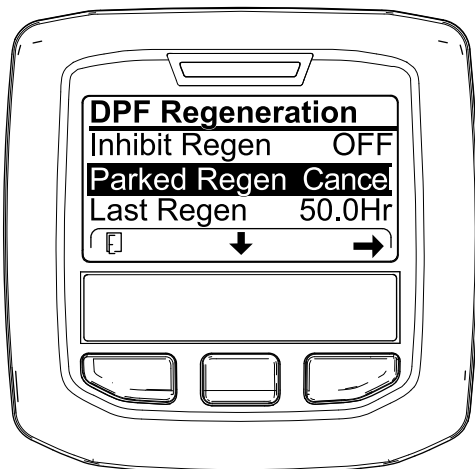
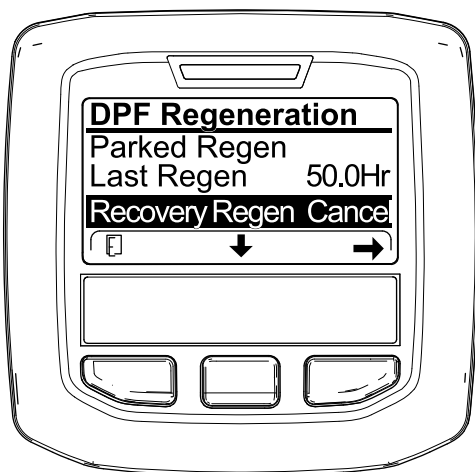

Рисунок 71
Рисунок 72
1. Перейдите к меню регенерации DPF (Рисунок 71).
2. Нажмите среднюю кнопку, чтобы перейти вниз к опции PARKED REGEN CANCEL (ОТМЕНА СТАЦИОНАРНОЙ РЕГЕНЕРАЦИИ) (Рисунок 71) или к опции RECOVERY REGEN CANCEL (ОТМЕНА ВОССТАНОВИТЕЛЬНОЙ РЕГЕНЕРАЦИИ) (Рисунок 72).
3. Нажмите правую кнопку для выбора опции Regen Cancel (Отмена регенерации) (Рисунок 71 или Рисунок 72).